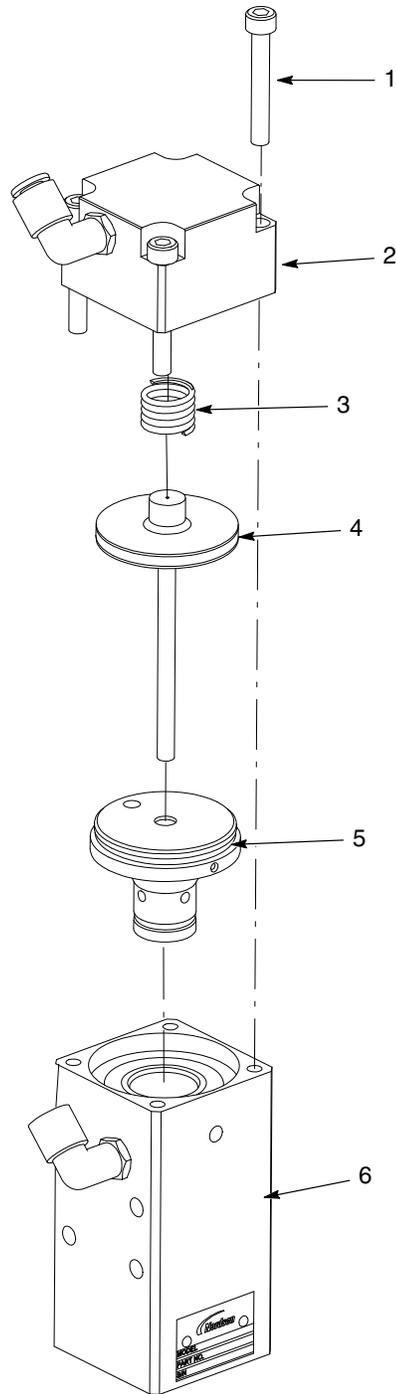

Figure 2 Remplacement de la cartouche d'étanchéité
1. Voir la Figure 2. Retirer les vis à six pans creux (1) qui fixent le chapeau du cylindre pneumatique (2) au corps de vanne (6).
2. Retirer le ressort de compression (3) du piston (4).